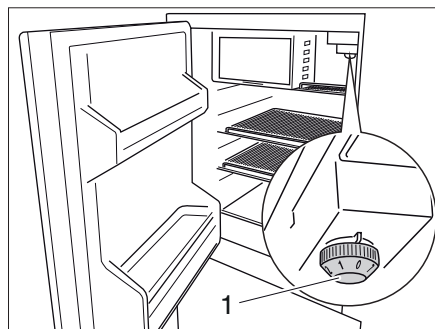

Fig. 249 Boutons de commande à l'intérieur du réfrigérateur
- Tourner le régulateur de température (Fig. 249,1) vers la droite. L'appareil est enclenché.
- Mettre le régulateur de température (Fig. 249,1) sur "0".
- Régler la température de réfrigération avec le régulateur de température (Fig. 249,1).
- min. (1) = puissance de réfrigération minimale
- max. (7) = puissance de réfrigération maximale